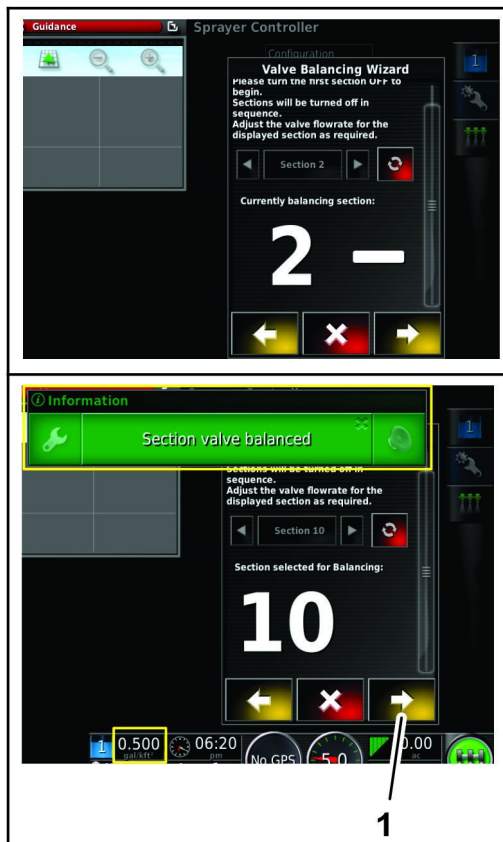

Figure 149
8. Répétez les étapes 6 et 7 pour les sections de vanne 2 à 10 (Figure 149).
9. Lorsque toutes les vannes de section sont équilibrées, appuyez sur l'icône Suivant (Figure 149).